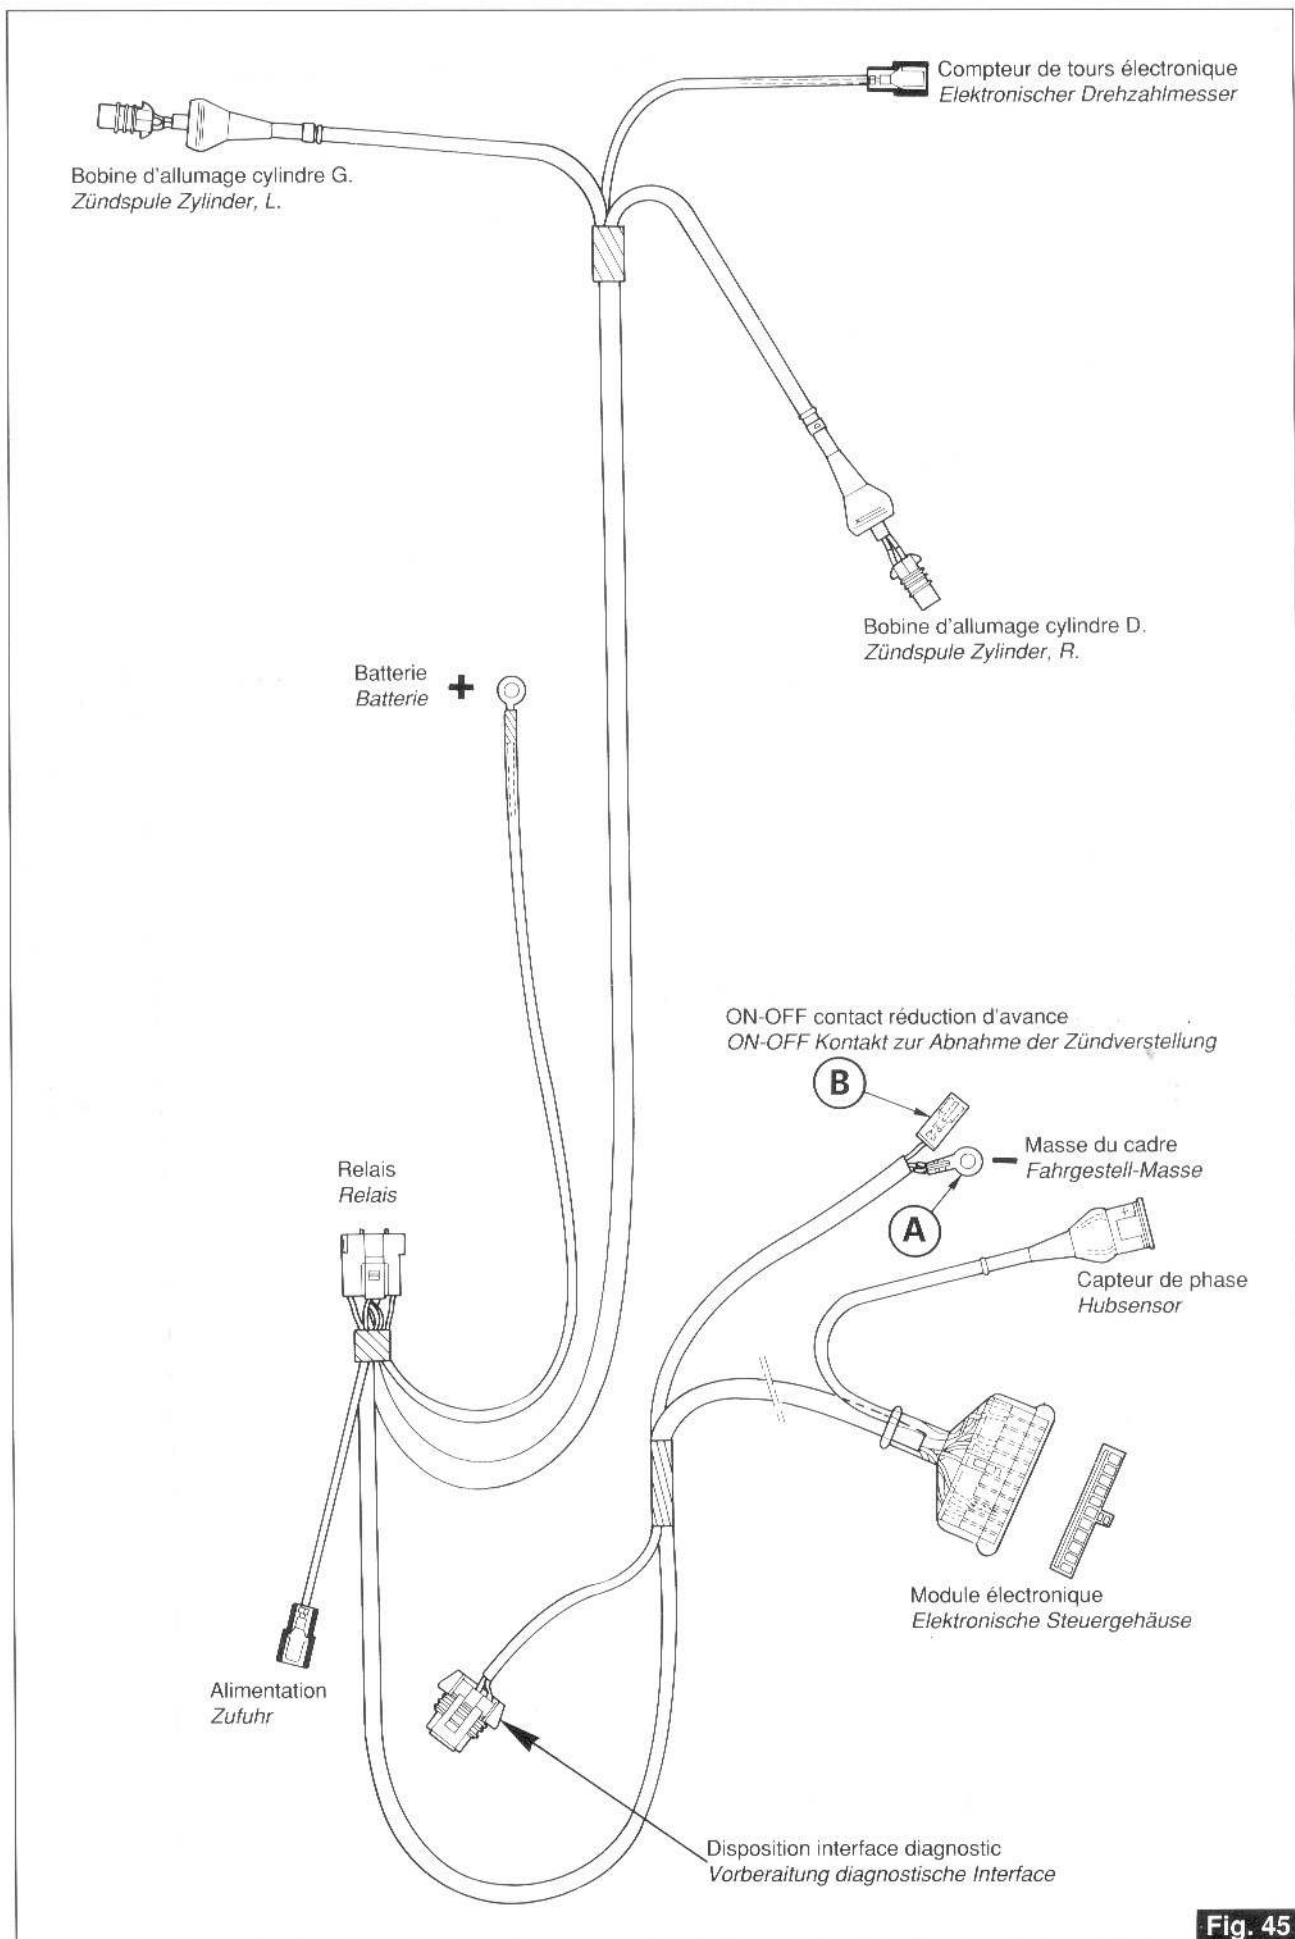

Fig. 45
- En cas de besoin, réduire l'avance de 2° en reliant entre eux les deux câbles «A» et «B» (fig. 45).
- Im Bedarfsfall kann die Zündvorverstellung um 2° herabgesetzt werden, indem man die beiden Kabel «A» und «B» (Abb. 45) miteinander verbindet.